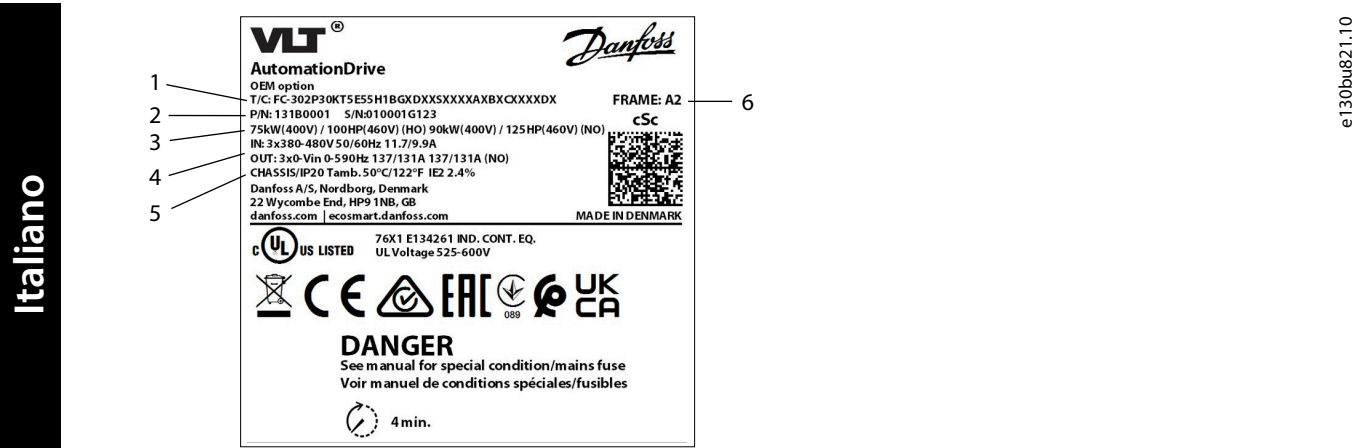

Figura 1: Esempio di etichetta di un prodotto
- Identificare le dimensioni del contenitore. Vedere Figura 1.